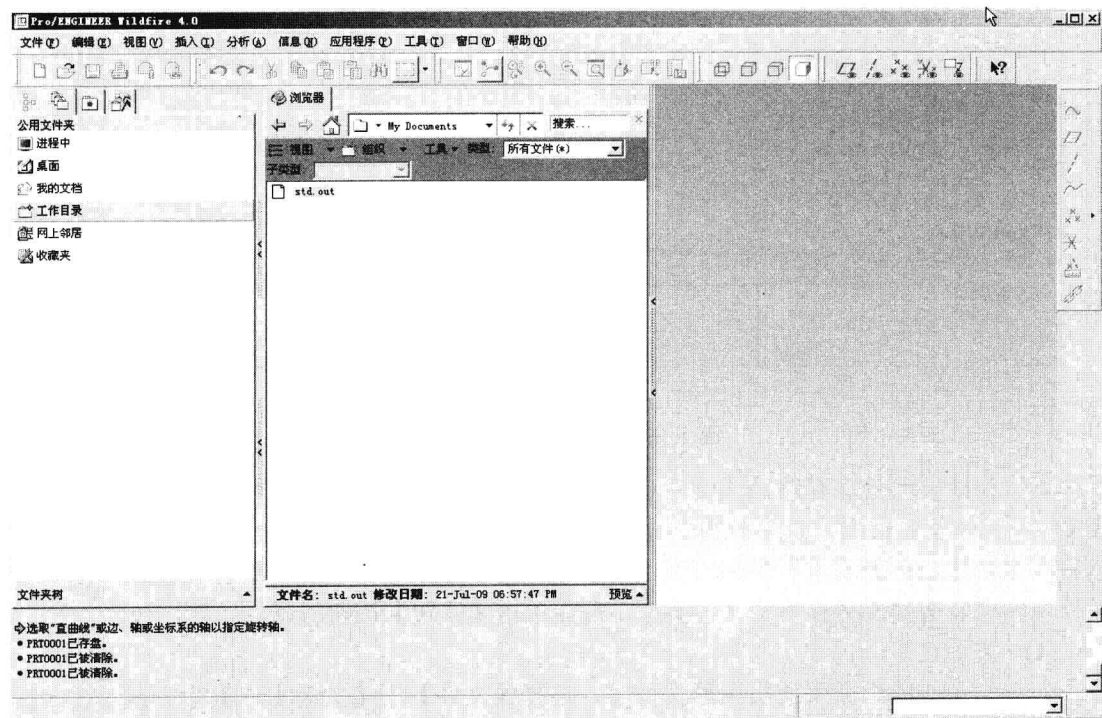

图 1-18 导航栏打开文件
② 在导航栏的资源管理器中选择要打开的图形文件，如图 1-18 所示。在【类型】列表框中选择要打开的文件类型，然后找到并双击需要打开的文件即可。